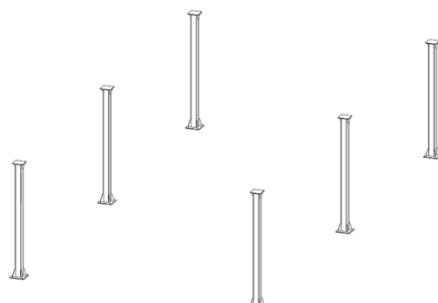

图 2A
2. 2 将第一根立柱摆放到位，并确定立柱上法兰面方向（图 2A），同时需注意带开关孔立柱的位置。